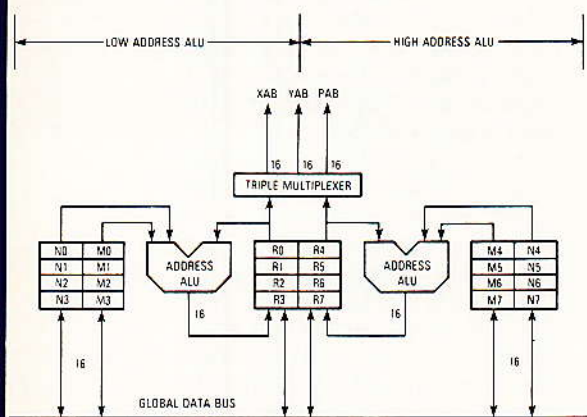

Figure 3.
L'ALU a été conçue pour être rapide et pour fournir la capacité nécessaire aux traitements de signaux de grande dynamique. Une circuiterie spécifique a été implantée pour faciliter la gestion des erreurs de débordement et d'arrondi. L'ALU réalise toutes les opérations arithmétiques et logiques sur les opérands. Il comprend quatre registres 24 bits d'entrée, deux registres d'accumulation 48 bits, deux registres d'extension d'accumulation de 8 bits, un accumulateur avec décalage, deux limiteurs-décaleurs sur bus de données, et une multiplication avec accumulation (MAC) réalisée en un cycle machine (figure 3). «La» MAC est certainement l'opération la plus importante dans les DSP. Elle accepte trois opérands en entrée, deux pour la multiplication et une pour l'accumulation $(i \times j) + k$. Le résultat sort sur 56 bits sous la forme extension de signe : produit de poids fort, produit de poids faible (EXT : MSP : LSP). L'opération MAC est réalisée indépendamment et en parallèle de l'activité des bus XDB et YDB, et ses registres de mémorisation facilitent les entrées/sorties de l'ALU. Le résultat de multiplication peut être tronqué en ne conservant que les parties EXT et MSP ou bien arrondi en utilisant la convergence d'arrondi du LSP sur le
6) L'unité de génération d'adresses (figure 3)